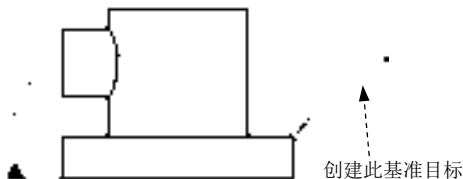
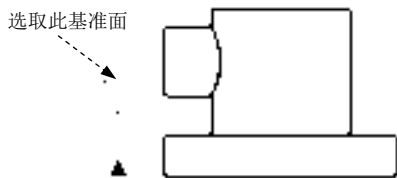
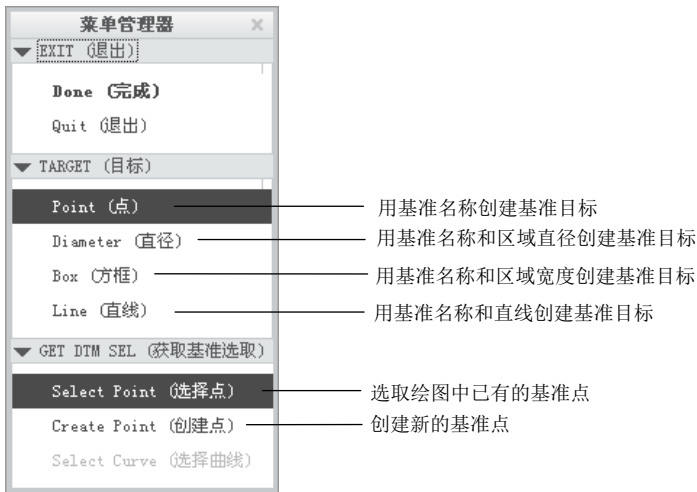

图 5.4.12 创建基准目标
图 5.4.13 选取基准面
图 5.4.14 菜单管理器
下面将在模型“base”的工程图中创建图 5.4.12 所示的基准目标，以此说明在工程图环境中创建基准目标的一般操作过程。
Step3. 在系统  **为目标选择设置基准平面或轴** 的提示下，选取图 5.4.13 所示的基准面，系统弹出图 5.4.14 所示的菜单管理器。
Step7. 在图 5.4.14 所示的菜单中选择 **Done (完成)** 命令，将基准目标移动至如图 5.4.12 所示的位置。